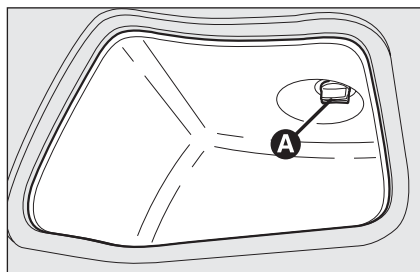

fig. 34
- rimuovere il coperchio di protezione agendo sul dispositivo **A-fig. 34**;